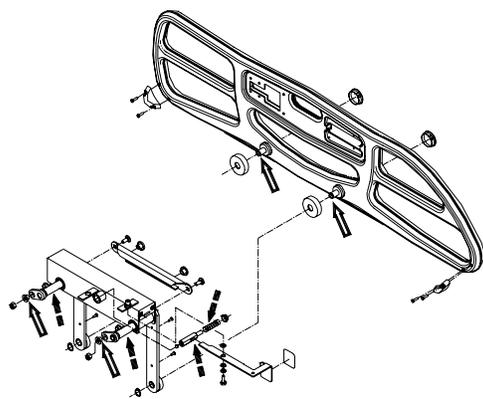

Figure 2.2B
N'utilisez pas de solutions nettoyantes contenant un agent dégraissant près des pivots des cotés de lit afin d'éviter de détériorer les propriétés de la graisse utilisée (voir la figure 2.2B de la page 11) pour assurer le bon fonctionnement des côtés de lit.
- ___ Le plongeur et le ressort du plongeur des côtés de lit (voir fig. 2.2B, page 11);
- ___ Le bras coulissant des côtés de lit (voir fig. 2.2B, page 11).
- ___ Les essieux des côtés de lit ainsi que les manchons des plaques de transfert (voir fig. 2.2B, page 11).